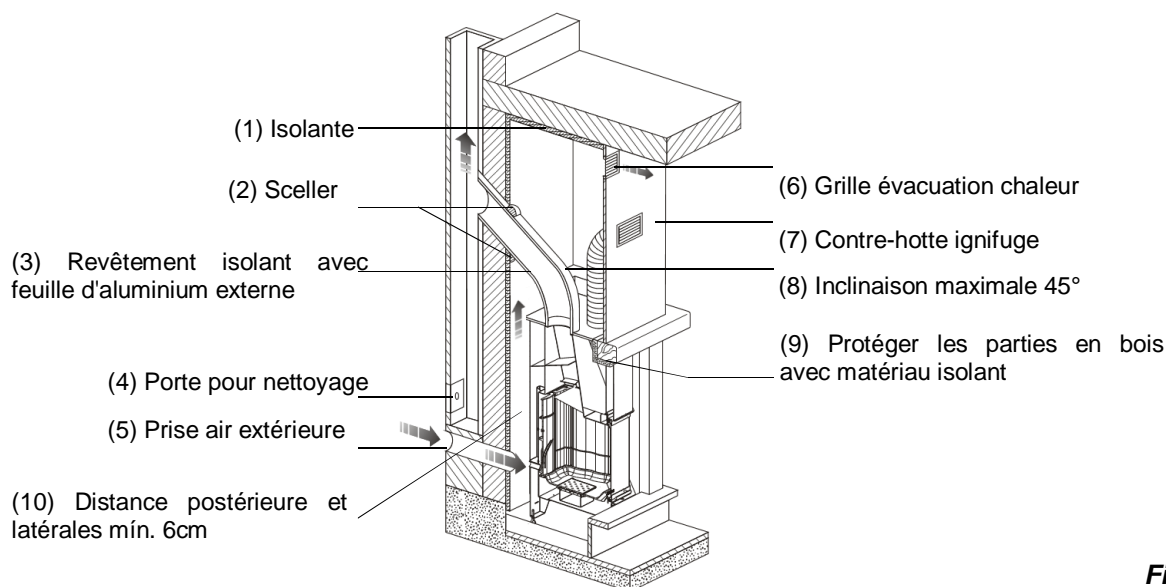

Figure 18
La grille évacuation chaleur (Figure 18 pos. 6) se trouve sur la parte supérieure du manteau à 20 cm du plafond. Cette grille **doit être toujours installée** car sa fonction est de permettre la sortie de la chaleur accumulée dans l'ambiance (surpression).